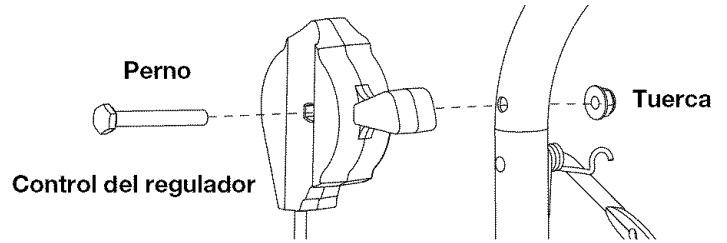

Fig. 4
11. Quite la tuerca y el perno del control del regulador (Fig. 4).
13. Inserte la tuerca a través de agujero y enrosque con la mano la contratuercas (Fig. 4).